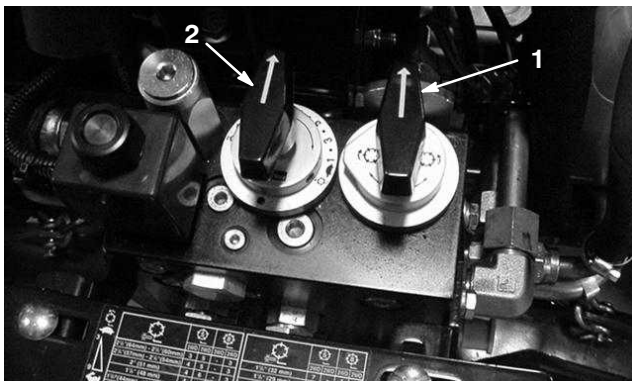

Figure 61
3. Tournez le bouton de rodage sur le bloc hydraulique (Fig. 61) dans le sens horaire à la position de rodage. Tournez le bouton de vitesse des cylindres (Fig. 61) à la position 1.